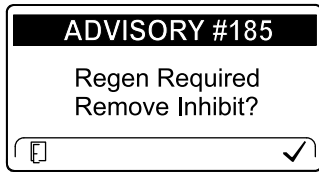

Bild 37
**Hinweis:** Wenn Sie im InfoCenter das Verhindern der Zurücksetzen-Regenerierung eingestellt haben, wird ADVISORY#185 (Bild 37) alle 15 Minuten im